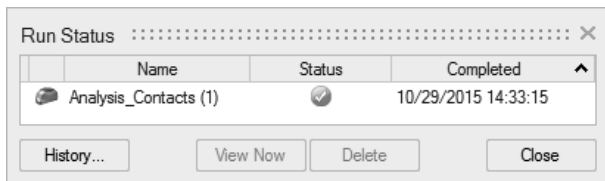

图 12-9
3) 当运行结束后, 选择运行状态窗口中的运行, 并单击现在查看按钮以查看结果, 如图 12-9 所示。